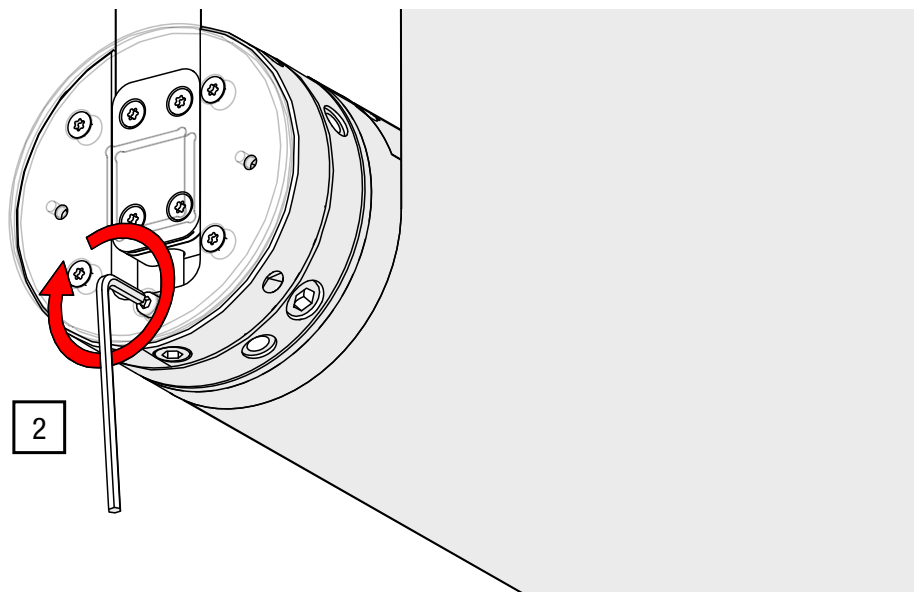

Abb. 34: Nivellierung einstellen – Sicherungsschraube lösen
2. Lösen Sie die Sicherungsschraube mit einem Innensechskant SW 5 mit ca. einer halben Umdrehung (siehe Abb. 34).
5. Ziehen Sie die in Schritt 2 (siehe Abb. 34) gelöste Sicherungsschraube mit einem Innensechskant SW 5 handfest an.